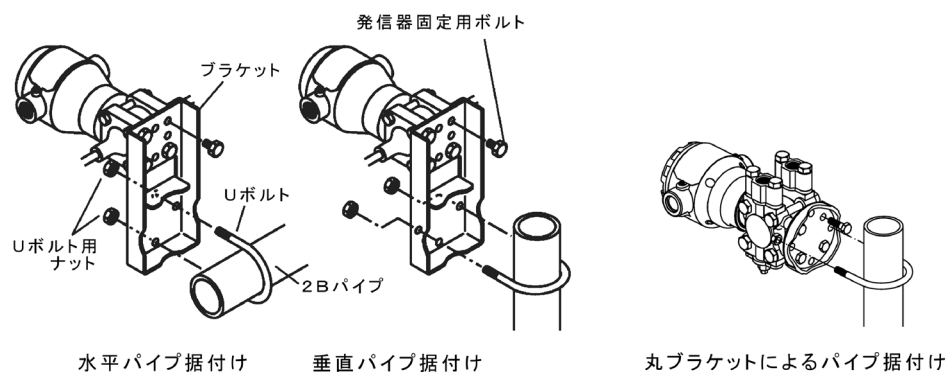

図2-1 発信器本体の据え付け
- ブラケット(図2-1 左図)
- 丸ブラケット(図2-1 右図)※丸ブラケットは、従来に比べてコンパクトに設置できます。
(2) 据付方法